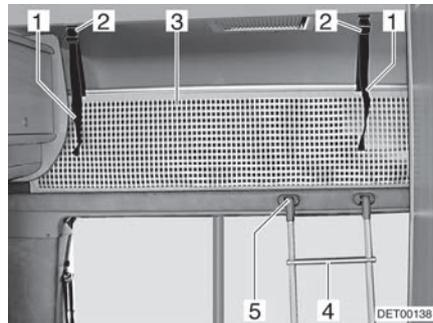

Fig. 71 Cama de alcoba
Para subir a la cama de alcoba, utilizar la escalera de ascenso (Fig. 71,4) equipada de serie.
- Enganchar la escalera con los largueros en el soporte (Fig. 71,5) del panel de la alcoba.
La red de seguridad (Fig. 71,3) viene de serie entre el colchón y el somier. Apenas extender la red de seguridad cuando las personas ya se encuentren en la alcoba.
- Dejar que las cintas de sujeción (Fig. 71,1) engatillen en los soportes (Fig. 71,2) en el techo.